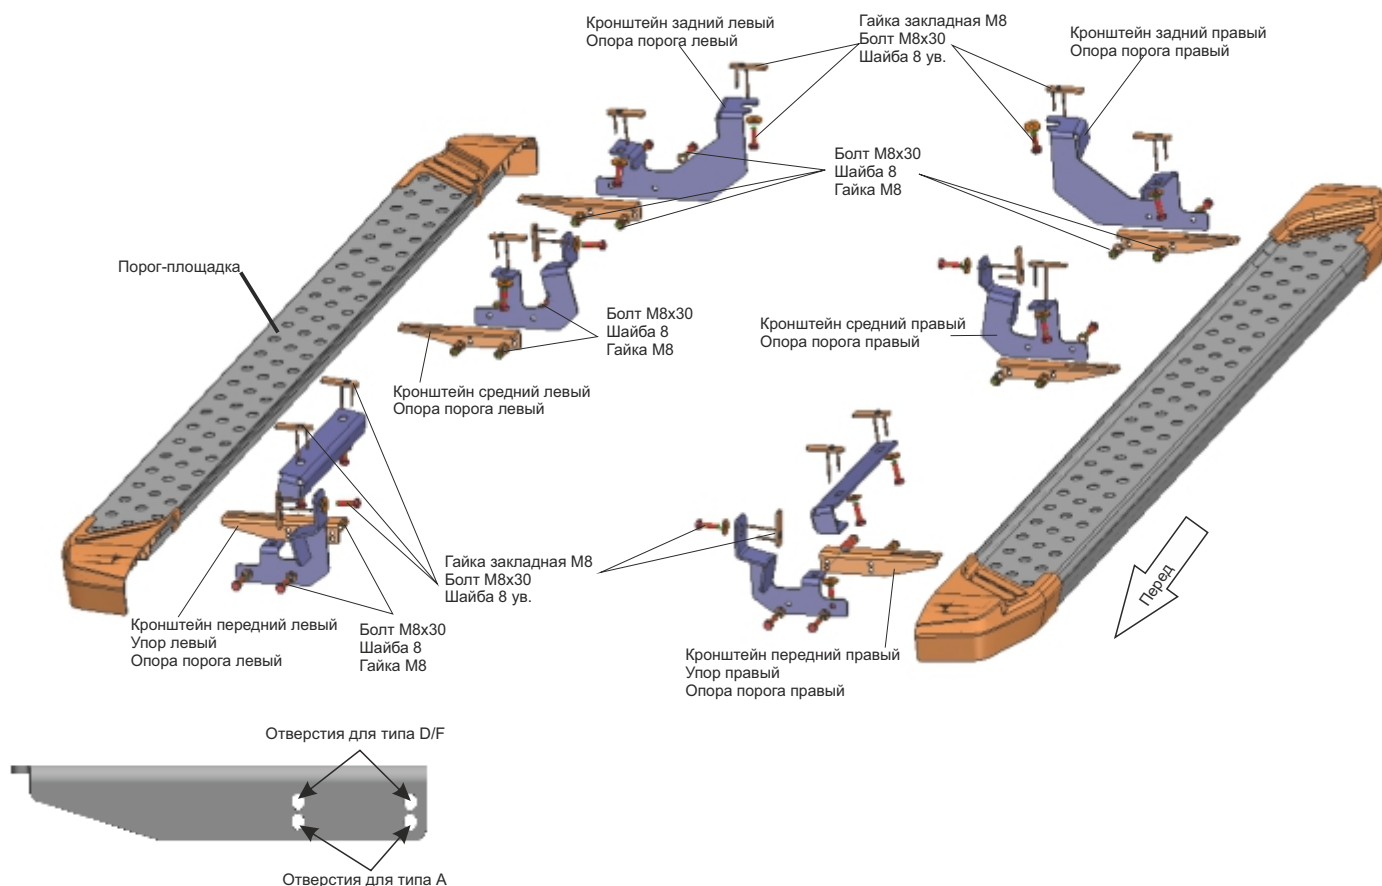

Рис. 1
7. Скрепить между собой опоры порога и кронштейны болтами M8x30 с шайбами 8 и гайками M8. (Рис.1, Рис. 12)